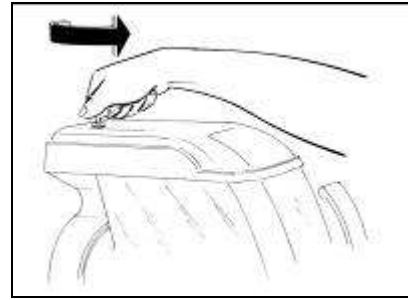

Fig. 1
Instale el equipo en una superficie horizontal y sólida obrando de tal forma que el bastidor del equipo esté bien aireado (al menos 20 cm de espacio libre, fig.1), instale el equipo en un ambiente seco y evite montarlo cerca de fuentes
- **D**espués de quitar el retén por medio de su llave (Fig.1), primero saque la tapa de seguridad, luego la sub-tapa como se muestra en la figura 2.